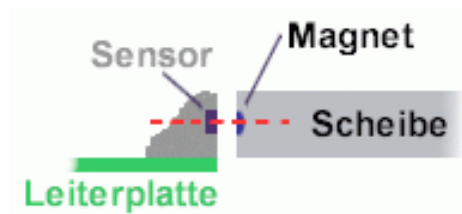

Abbildung 3 Korrekte Ausrichtung von Magnetring und Sensor.
- Dabei darauf achten, dass sich die Magnete in dem Magnetring auf Höhe des Sensors befindet, siehe Abbildung 3 auf Seite 9.